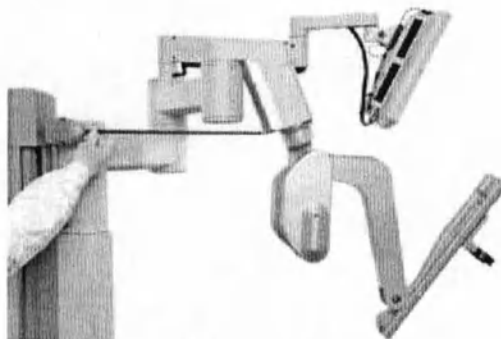

Рисунок 7.3
1. Убедитесь, что опора тележки пациента находится приблизительно на расстоянии длины инструмента *EndoWrist* от тыльной части манипулятора камеры, чтобы обеспечить адекватную амплитуду движений для манипуляторов тележки пациента (Рисунок 7.3).